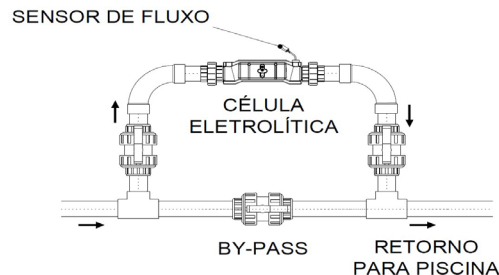

Figura 9
2. Recomendamos que a instalação seja feita num sistema de “by-pass” para garantir que, em caso de manutenção, ele possa ser retirado sem prejudicar o sistema filtrante existente na piscina, além de garantir a regulagem da vazão ideal para o aparelho, conforme a figura 9.